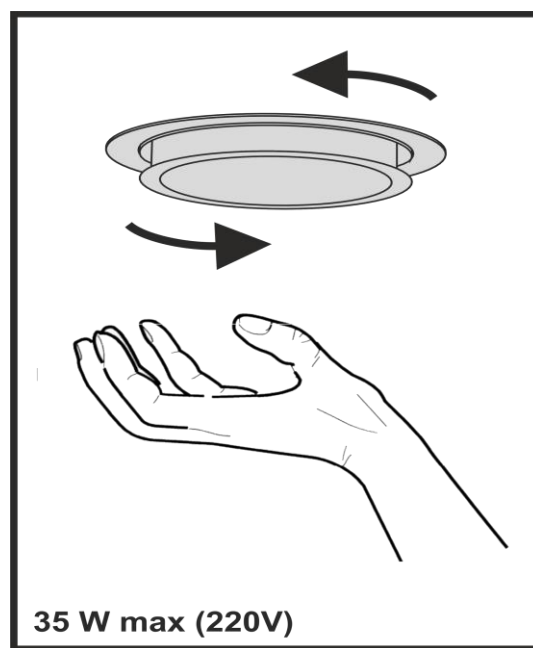

Рис.7
7.12 На вытяжке установлены галогенные лампы подсветки рабочей зоны плиты. Перед началом замены ламп освещения необходимо отключить вытяжку от электросети, дать возможность охладить лампам. Для замены лампы необходимо снять фильтры, отжать держателя патрона на себя, чтобы лампа вышла из корпуса вытяжки, удерживая держателя патрона, слегка надавить на лампу в направлении патрона и, повернув ее против часовой стрелки, вынуть (**рис.7**). Вместо нее необходимо установить новую с теми же характеристиками и установить фильтры.